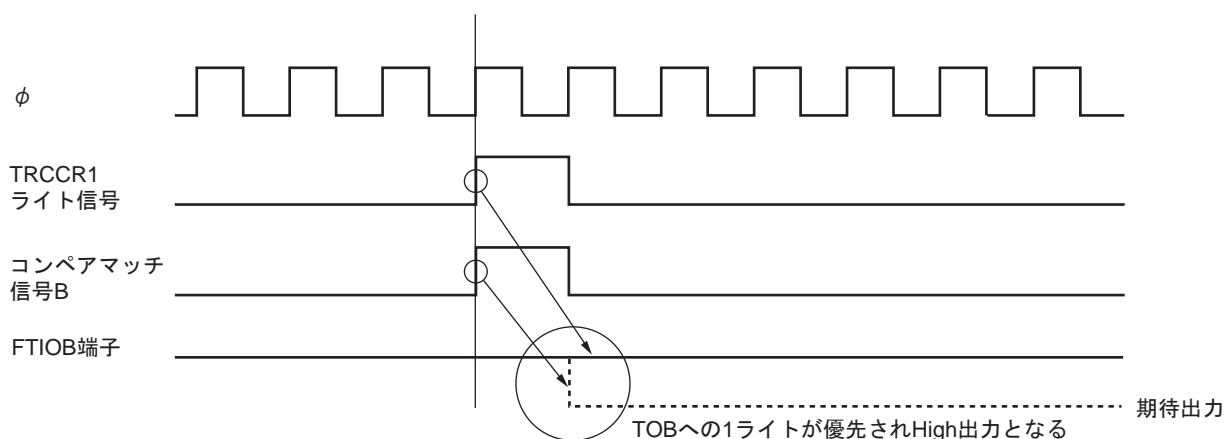

図 15.39 コンペアマッチと TRCCR1 へのビット操作命令が競合した場合の例
5. TRCCR1のTOA~TODビットは最初のコンペアマッチが発生するまでのFTIO端子の出力値を決めるビットです。一度コンペアマッチが発生し、コンペアマッチによりFTIOA~FTIOD出力が変化した場合は、FTIOA~FTIOD端子の出力値とTOA~TODビットを読み出した値は一致しないことがあります。また、TRCCR1への書き込みとコンペアマッチA~Dの発生が競合した場合、書き込みが優先されコンペアマッチによる出力の変化はFTIOA~FTIOD端子に反映されません。よってビット操作命令を用いてTRCCR1へ書き込みを行うと、FTIOA~FTIOD端子の出力値が意図しない結果になることがあります。コンペアマッチ動作中にTRCCR1へライトする場合は、TRCCR1アクセス前に一度カウンタを停止させ、ポートHの状態をリードしてFTIOA~FTIODの出力値をTOA~TODに反映してライトを行ってください。その後カウンタを再起動します。コンペアマッチとTRCCR1へのビット操作命令が競合した場合の例を図15.39に示します。